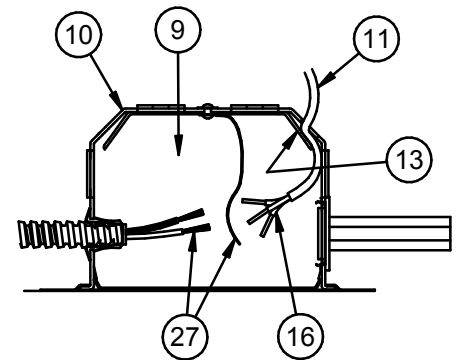
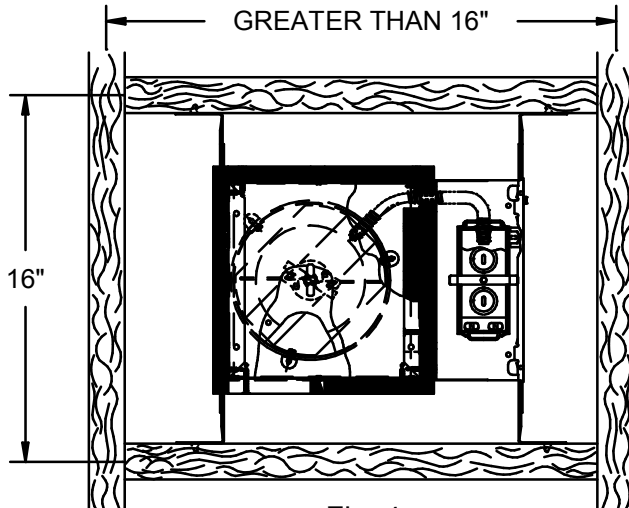

Fig. 3
Fig. 4
- 2.- Retire la cubierta (9) de la caja de empalmes (10). Pase el cable tipo NM (Romex) (11) por el agujero deseado en la caja de empalmes (10) por encima de la placa de retención (13). Asegure la posición del cable (11) con la placa de retención (13). (Vea Fig. 3)
- 3.- En caso de que se usa un cable otro que el tipo NM (Romex), retire un tapón grande (15) en la posición deseada en la parte superior o los lados de la caja de empalmes (10). Introduzca el cable de suministro eléctrico adecuado en la caja de empalmes y asegure su posición en la caja con el conector adecuado certificado por UL (NO INCLUIDO).
- 4.- Conecte los alambres del aparato de luz (27) a los alambres del suministro (16) como se muestra en el diagrama de cableado. Utilice los conectores UL certificados (NO INCLUIDOS).
- 5.- Después de terminar el cieloraso, baje la caja (6) hasta que esté a ras del cieloraso.
- 6.- Para proporcionar acceso a la caja de empalmes (10), después de acabar con el techo, retire los tres tornillos (24), los cuales mantienen la cubierta (6) en lugar. Baje la cubierta. Retire el tornillo (21) y la puerta de acceso (22), ubicados dentro del aparato de luz. Ahora se puede retirar la cubierta de la caja de empalmes (9) para efectuar el servicio.
- 7.- El armazón enyesado (2) y la junta (25) deben estar en contacto con el cieloraso (23).
- 8.- Si las viguetas están distanciadas a más 16 pulgadas (41 cm), 2x4 (4 pulgadas [10 cm] de dimensión vertical), se debe usar más soportes entre las viguetas a ras del cieloraso para crear un espacio de 16 pulgadas (41 cm) para montar el aparato de luz como se muestra en la Fig. 4.
- 2.- Retirez le couvercle (9) de la boîte de dérivation (10). Faites passer le câble de type NM (Romex) (11) par le trou désiré dans la boîte dérivation (10), le quel se situe au-dessus de la plaque de retenue (13). Maintenez la position du câble (11) à l'aide de la plaque de retenue (13). (Voir Fig. 3)
- 3.- Si un câble autre que celui de type NM (Romex) s'utilise, ouvrez une grande débouchure (15) à l'endroit désiré sur le haut ou les côtés de la boîte de dérivation (10). Insérez le câble d'alimentation électrique adéquat dans la boîte de dérivation et serrez en place à l'aide un connecteur adéquat homologué UL. (NON FOURNI).
- 4.- Reliez les fils du dispositif (27) aux fils de l'alimentation (16) selon le diagramme de câblage. Utilisez les coinces de relais homologués UL (NON FOURNIS).
- 5.- Après avoir fini le plafond, faites abaisser le logement (6) jusqu'à ce qu'il reste au ras du plafond.
- 6.- Pour avoir accès à la boîte de dérivation (10) quand le plafond est terminé, retirez les trois vis (24) qui conservent la position du logement (6). Faites baisser le logement. Retirez l'écrou (21) et la porte d'accès (22), ceux que se trouvent à l'intérieur du dispositif d'éclairage. Maintenant le couvercle de la boîte de dérivation (9) peut être retiré pour effectuer l'entretien.
- 7.- Le cadre en plâtre (2) et le joint (25) doivent toucher le plafond (23).
- 8.- Si les solives sont placées à une distance supérieure à 16 pouces (41 cm), 2 x 4 (4 pouces [10 cm] de dimension verticale), il faut utiliser plus de supports entre les solives au niveau du plafond pour créer un espace de 16 pouces (41 cm) pour monter le dispositif d'éclairage comme l'indique Fig. 4.